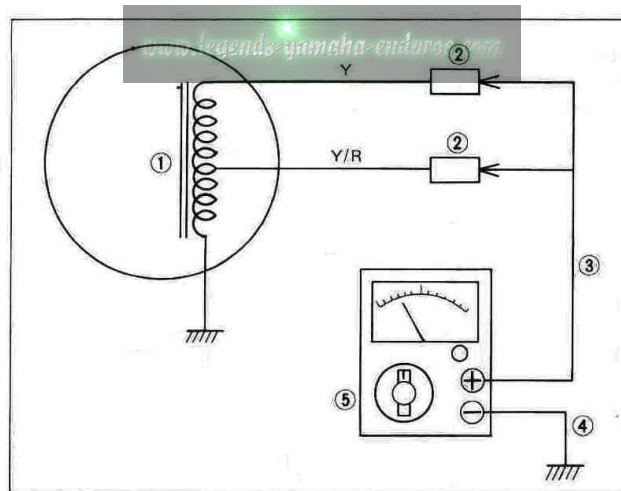

Fig. 6-5-2
- b. Connect positive (+) test lead to yellow and yellow-red wire from magneto and negative (-) test lead to a good ground on engine. Read the resistance on ohms scale. (Fig. 6-5-2)
- b. Brancher la sonde positive (+) du multimètre au fil jaune et jaune-rouge en provenance du volant magnétique et la sonde négative (-) à la masse sur le moteur. Lire la résistance sur l'échelle des ohms. (Fig. 6-5-2)